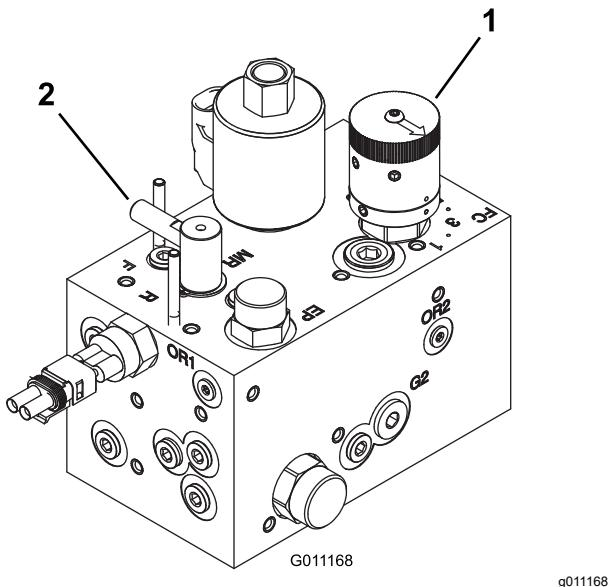

图 50
3. 将滚刀速度控制旋钮 图 50 转动至步骤 1 中确定的滚刀速度数字。